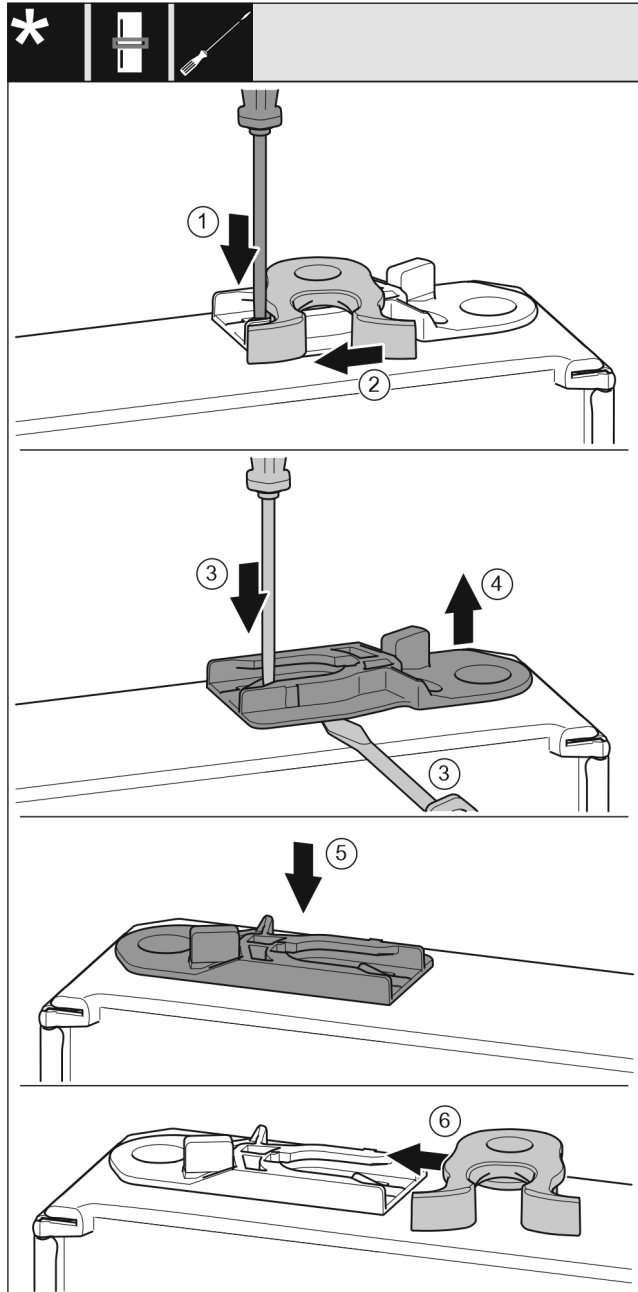

Fig. 19
- ▶ Paina kieleke Fig. 19 (1) uraruuvimeisselillä alas.
- ▶ Vedä sulkukoukku Fig. 19 (2) ulos ohjaimesta.
- ▶ Vedä ohjausholkki Fig. 19 (3, 4) ulos: Paina kielekettä uraruuvimeisselillä ja siirrä uraruuvimeisseli samanaikaisesti ohjausholkin alle.
- ▶ Työnnä toimitukseen sisältyvä ohjausholkki Fig. 19 (5) kotelon toiselle puolelle.
- ▶ Työnnä sulkukoukku Fig. 19 (6) ohjaimen.